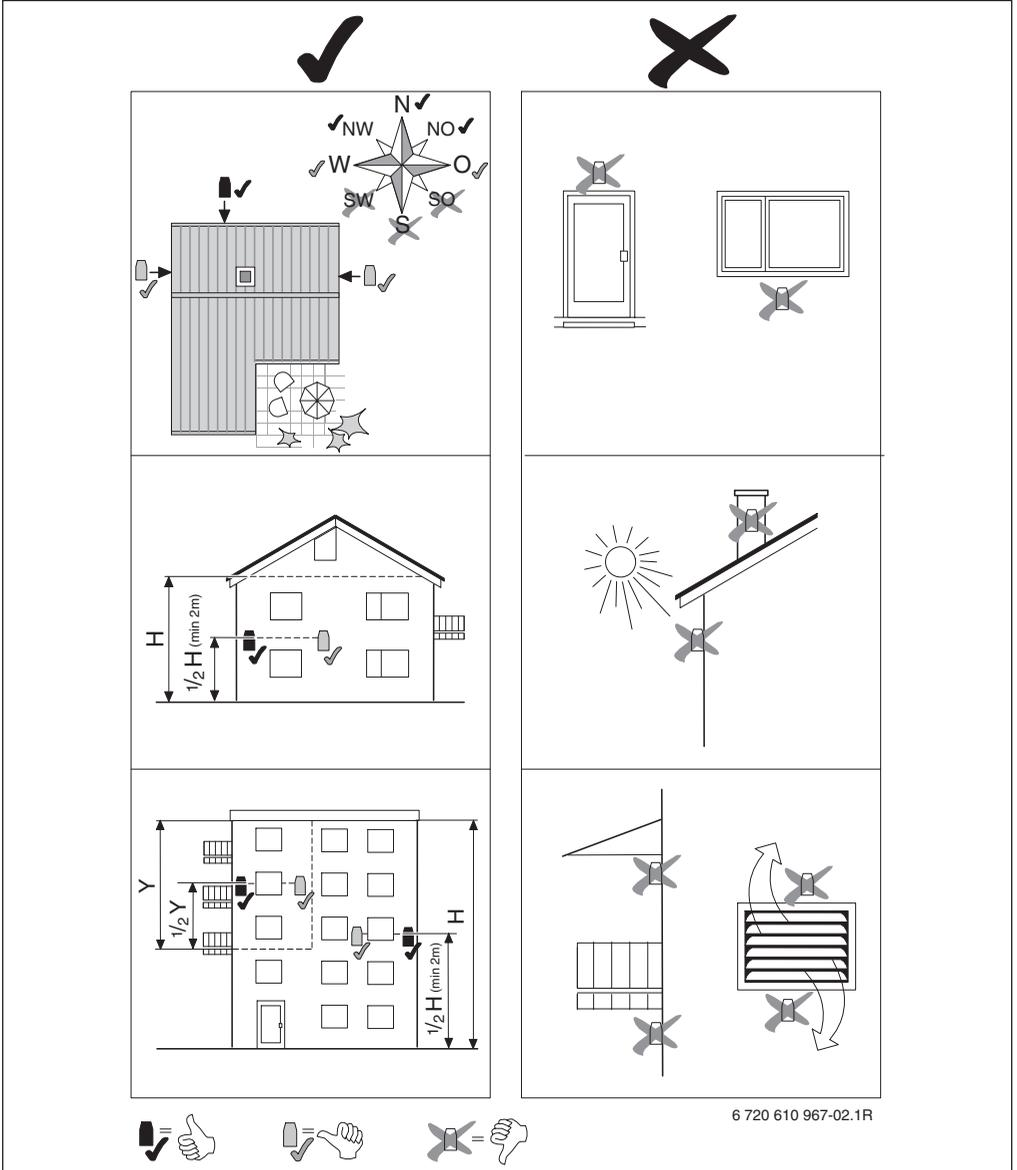

Bild 18 Montageorte des Außentemperaturfühlers
- optimale Montagehöhe: (vertikale) Mitte der von der Anlage beheizten Höhe ( $1/2 H$  in Bild 18, Seite 14)